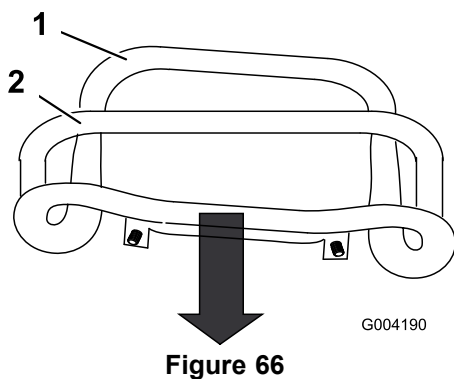

Figure 66
3. Tirez la commande de déplacement tout droit en arrière pour mettre l'avant en contact avec la barre de référence (Figure 66).